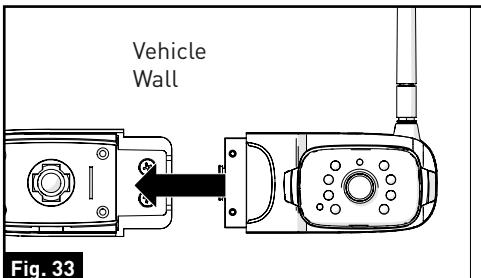
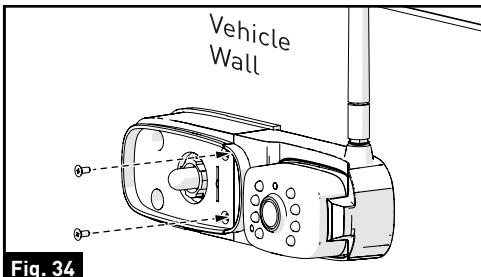

Fig. 33
Fig. 34
6. Inserte la cámara delantera o trasera en la base del semáforo y asegúrela con los dos tornillos autorroscantes de cabeza plana provistos. (Fig. 33 y Fig. 34)